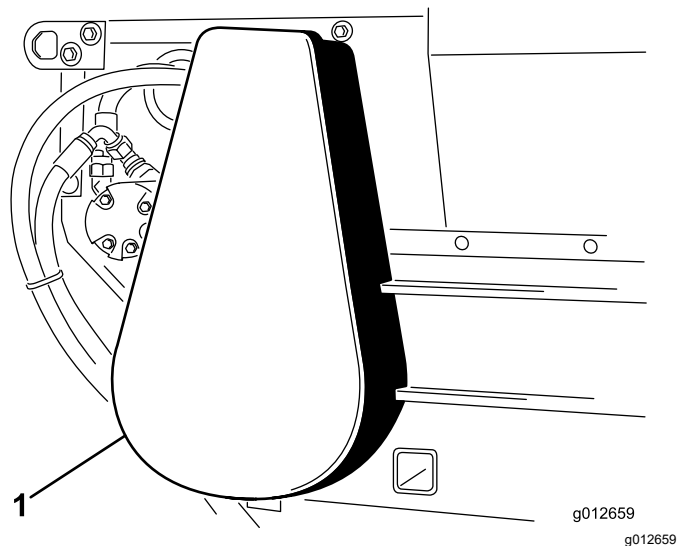

Figura 23
2. Rimuovete la copertura della catena (Figura 23).
6. Montate la copertura della catena (Figura 23).